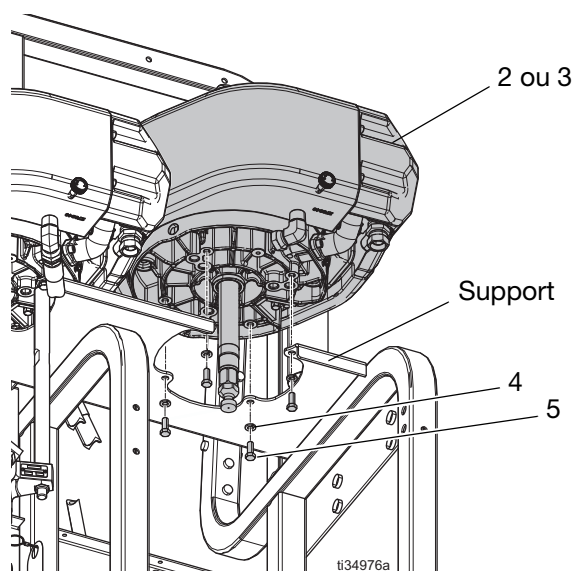

FIG. 7
- b. Retirer les vis de montage (5) et les rondelles (4) maintenant le moteur pneumatique (2 ou 3) au support de montage. Voir la FIG. 7 page 29.